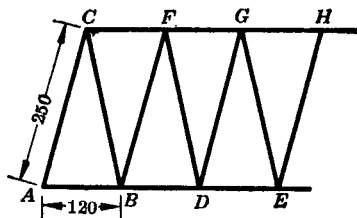

图 1-3
(2) 作一个底为 120mm, 腰为 250mm 的等腰三角形 ABC (图 1-3)。
(3) 作与 $\triangle ABC$ 全等的五个三角形。这六个全等的等腰三角形就是正六棱锥的六个侧面。